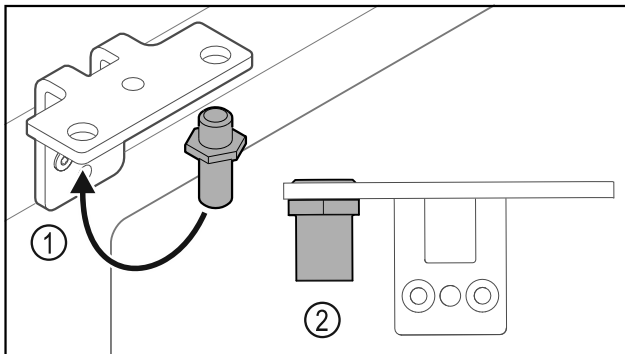

Fig. 37
- ▶ Cambiar la posición del perno Fig. 37 (1) en la escuadra de bisagra.
- ▶ Apretar el perno Fig. 37 (2) con un **par de 12 Nm**.